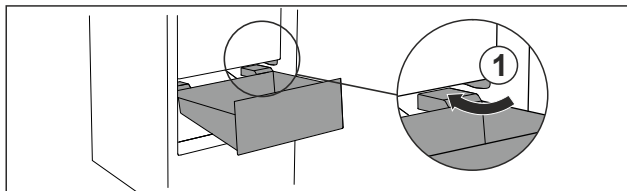

Fig. 94
- Zásuvku ved'te šikmo podél zářezek Fig. 94 (1).